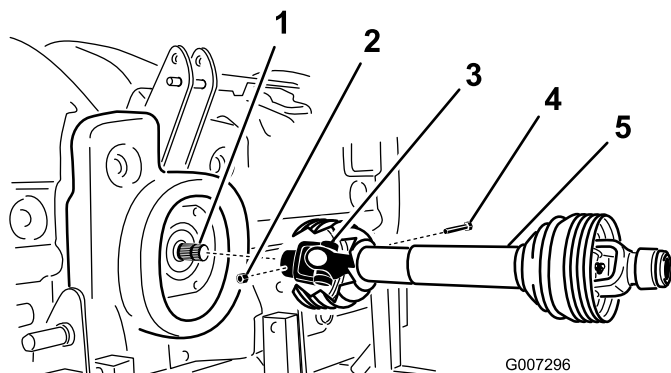

Рисунок 11
- 2. Подсоедините вал механизма отбора мощности к входному валу коробки передач с помощью болта 1/2 x 3,00 дюйма и гайки 1/2 дюйма (Рисунок 11).